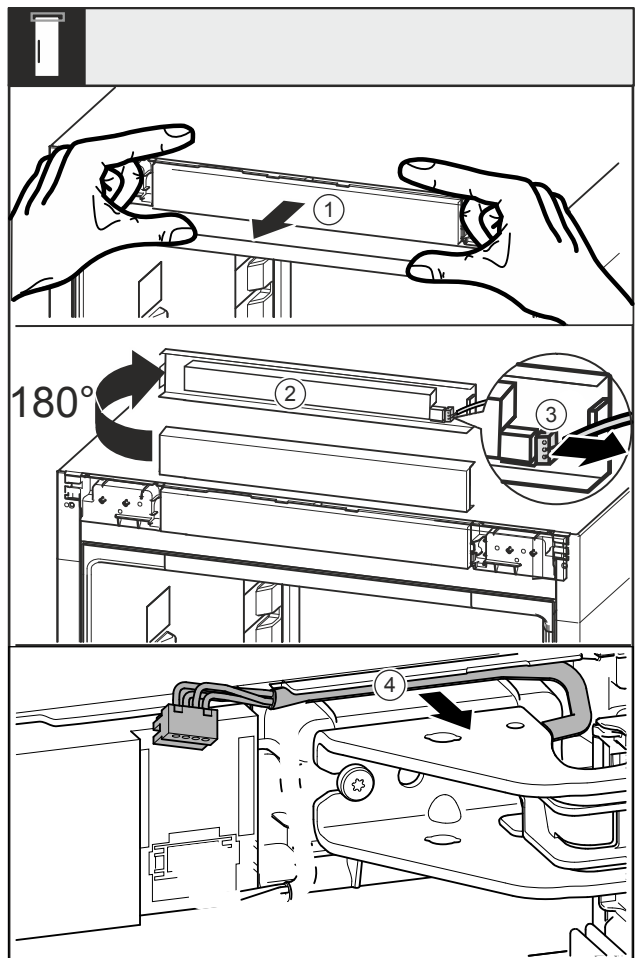

Fig. 16
- ▶ Løsn panelet Fig. 16 (1) fremad.
- ▶ Drej panelet Fig. 16 (2) 180° opad.
- ▶ Tryk låsetappen op stikket Fig. 16 (3) bagud, og træk forsigtigt stikket ud.
- ▶ Løsn kablet Fig. 16 (4) og hængslet fra føringen.